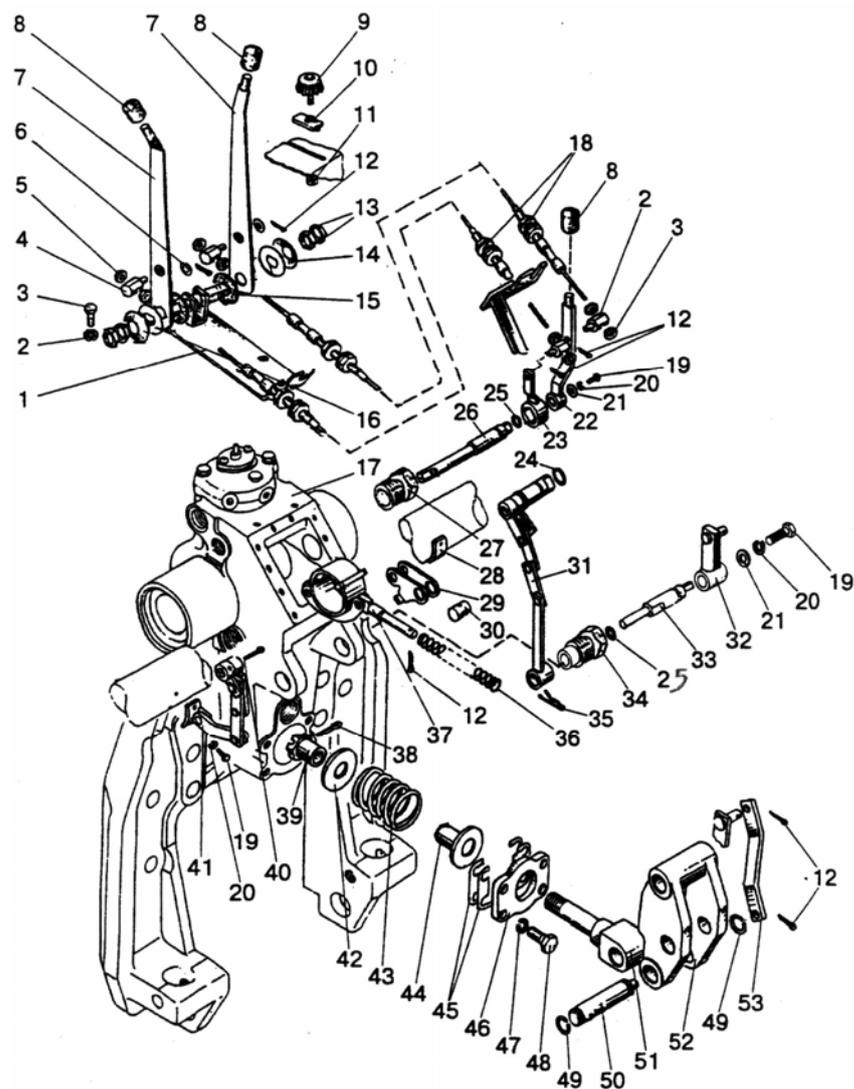
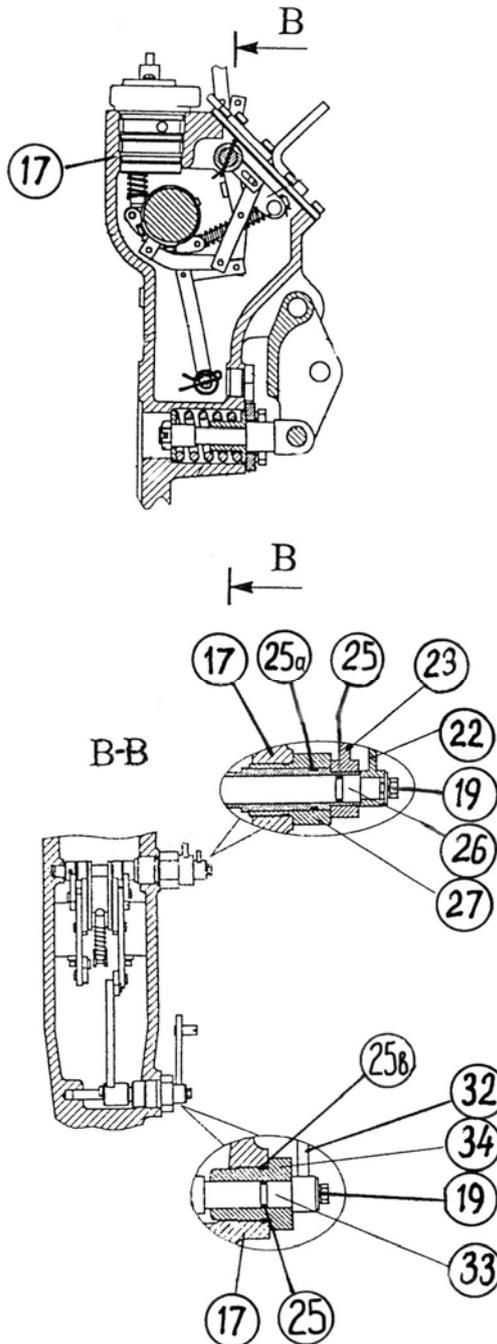

Рисунок 8.8
Рисунок 8.13 Замена уплотнительных “О” – колец гидроподъемника.
- 2) снимите шплинты (12), (**рисунок 8.8**), и отсоедините тросы управления (18) от силового рычага (23) и от позиционного рычага (22).
- 3) снимите шплинты (40), (**рисунок 8.8**), и снимите валик (26) вместе с рычагами (22) и (23);
- 4) вывинтите два болта (19) и снимите позиционное звено (41);
- 5) вывинтите два болта (19) и снимите пружину (28);
- 3) снимите шплинты (35), (**рисунок 8.8**);
- 4) извлеките валик (33) вместе с рычагом (32);
- 5) снимите силовое звено (31), заталкивая его внутрь корпуса через втулку (27).
- 1) снимите шплинты (12) (**рисунок 8.8**), и силовую тягу (53) с пальца (50);
- 2) снимите стопорное кольцо (49) с пальца (50);
- 3) вывинтите болты (48) и снимите силовой датчик, включающий в себя детали (38), (39), (42- 44), (46), (51);
- 2) вывинтите болт (19), (рисунок 8.13), и снимите рычаги (22), (23);
- 3) вывинтите втулку (27) из корпуса гидроподъемника (17);
- 2) отсоедините трос управления от позиционного рычага (22);
- 3) снимите шплинт (40), (рисунок 8.8), и вытяните рычаг (22) вместе с валиком (26) настолько, чтобы можно было заменить “О”– кольцо (25).
- 2) снимите шплинт и силовую тягу (53), (рисунок 8.8), с рычага (32), (рисунок 8.13);
- 3) вывинтите болт (19) и снимите рычаги (32);
- 4) вывинтите втулку (34) и выдвиньте валик (33) настолько, чтобы можно было заменить “О”– кольцо (25);
- 5) замените “О”– кольцо (25) или, если необходимо, замените “О”– кольцо (25в).